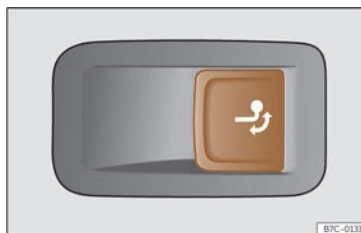

Fig. 172 Al costat dret del maleter: tecla per desbloquejar el ganxo de remolc.
- Estireu la tecla >>> **fig. 172** breument. El ganxo de remolc es desbloqueja elèctricament i es gira automàticament cap a fora. L'indicador de control de la tecla fa pampallugues.
- Estireu la tecla >>> **fig. 172** breument. El ganxo de remolc es desbloqueja elèctricament.
- No premeu mai la tecla >>> **fig. 172** quan hi hagi un remolc enganxat o hi hagi muntat un portaequipatges o altres accessoris sobre el ganxo de remolc.